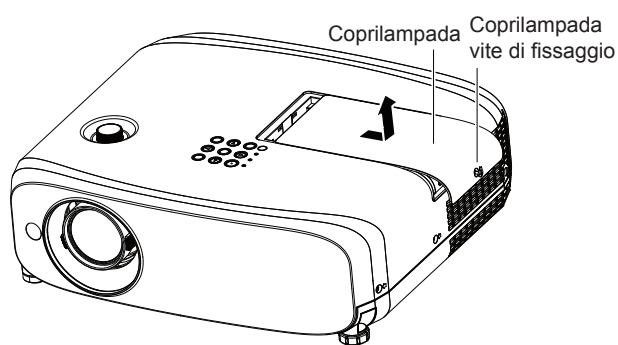

Fig. 1
- 2) Rimuovere il coperchio della lampada. (Fig. 1)**